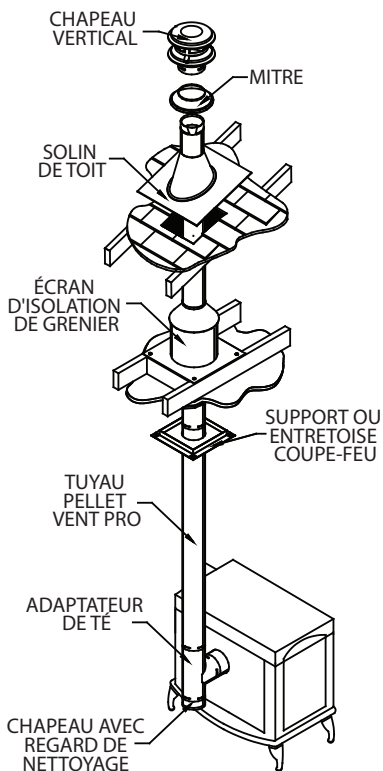

Figure 10
3. Si la sortie du conduit de fumée est à l'arrière du poêle et qu'une installation intérieure est désirée (**Figure 10**):